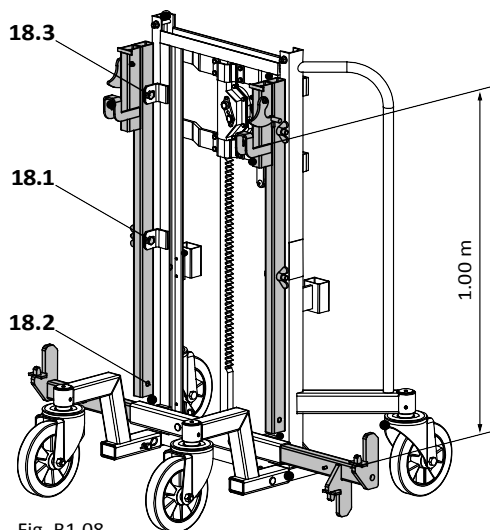

Fig. B1.08
1. Монтирайте горния съединител на количката с лебедка в съответните горни (18.3) и средни (18.1) отвори. Долният отвор (18.2) остава свободен. (Fig. B1.08 – B1.08c)